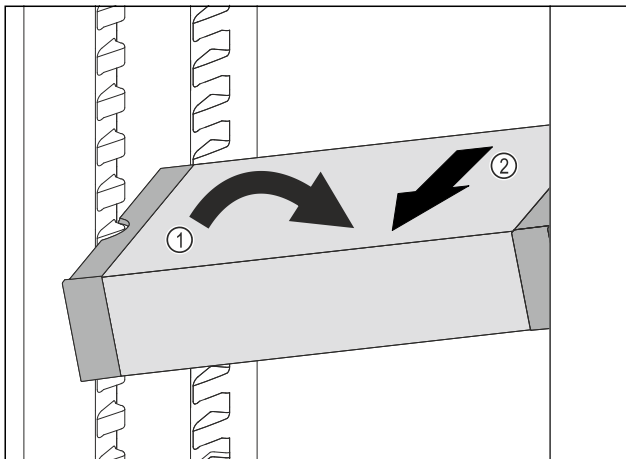

Fig. 91
- ▶ VarioSafe im Kühlteil schräg stellen. Fig. 91 (1)
- ▶ VarioSafe nach vorne entnehmen. Fig. 91 (2)